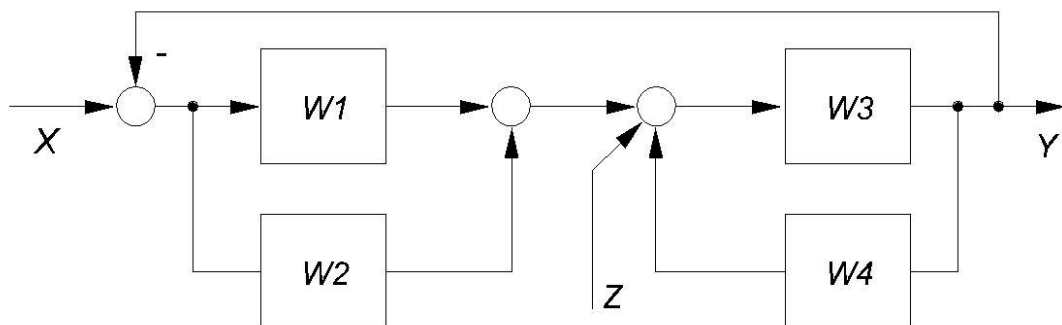

Рис. 6.4. Структурная схема динамической системы
7. Составить описание в форме передаточной функции по заданному каналу воздействия (см. табл. 6.1) для динамической системы, структурная схема которой изображена на рис. 6.4, с помощью функций FEEDBACK, PARRALEL, SERIES комплекса Control System Toolbox.